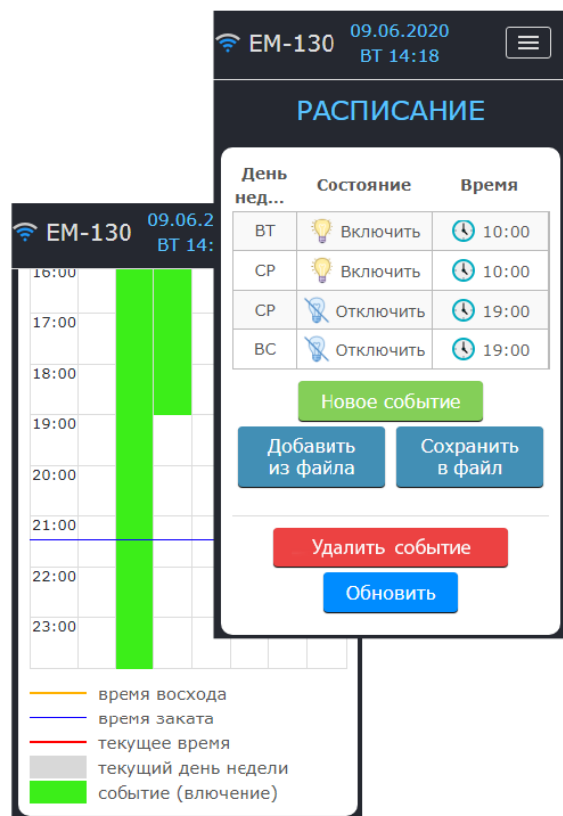
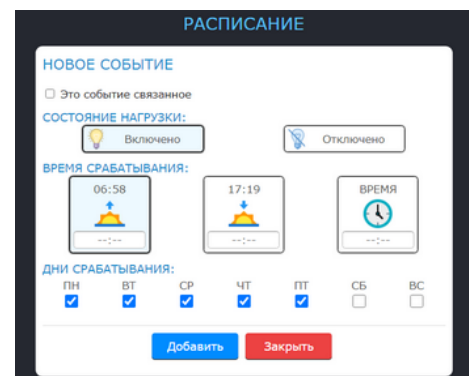

Рисунок 11 – Экран расписания изделия
Рисунок 15 – Создание обычного события
Экран расписания разделен на две части (рисунок 11) и предоставляет возможность создания, редактирования и просмотра текущего расписания изделия.
На экране расписания (рисунок 11) нажать кнопку «Новое событие», при этом на экране отобразится поле ввода данных для нового события (рисунок 15).
- обычное событие (рисунок 15) подразумевает одно действие – включить (или отключить) нагрузку в указанное время;
Переключение между обычным или связанным событием осуществляется параметром «Это связанное событие» (рисунок 15).